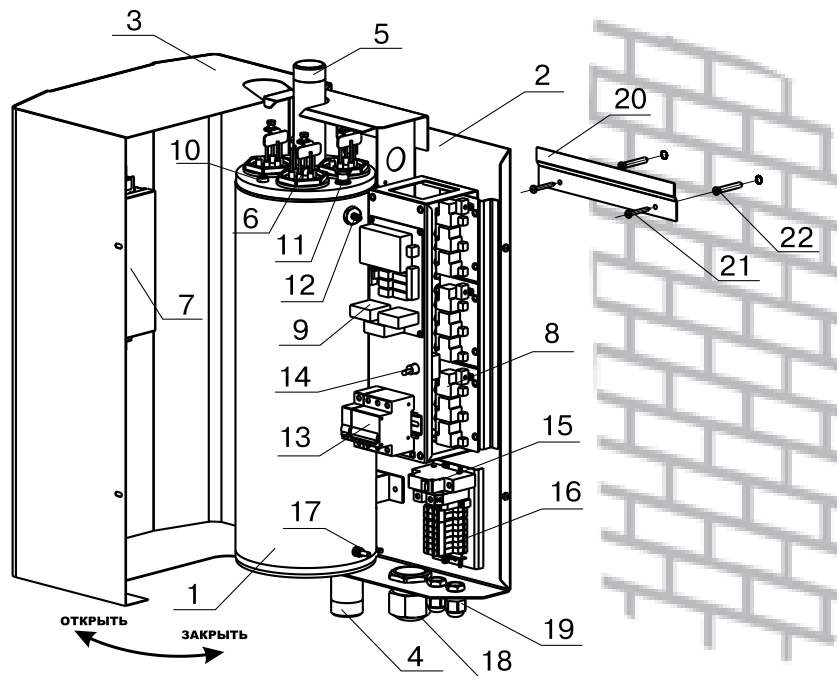

Рис. 1. Конструкция водонагревателя и способ его крепления к стене
5.1. Электроводонагреватель (Рис.1) состоит из корпуса (1) сварной конструкции с фланцами, патрубком входа воды (4) и патрубком выхода воды (5). В верхней части корпуса установлены три блока нагревательных элементов (6), датчик температуры воды (10), датчик перегрева (11) и датчик уровня воды (12). Корпус установлен на основании (2). Защитный кожух (3) выполнен из стального листа и служит для защиты обслуживающего персонала от ожогов и поражения электрическим током. Кожух подвешен на основании при помощи механизма, который позволяет не снимая кожух с электроводонагревателя, открывать и
- * закрепить кронштейн крепления на вертикальной поверхности в необходимом месте с помощью шурупов, входящих в комплект и установить на него водонагреватель как показано на Рис. 1.
• открыть кожух (3) как показано на Рис.1, предварительно выкрутив четыре винта крепления кожуха;
• закрыть кожух (3) как показано на Рис.1 и закрутить винты крепления.